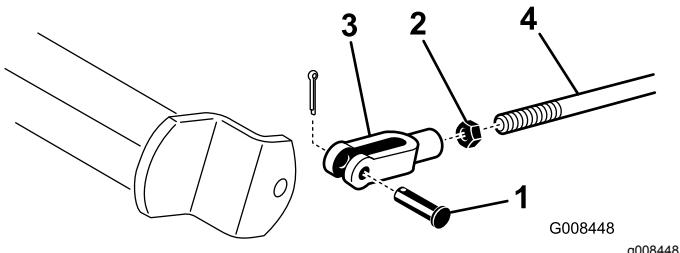

Figure 45
- A. Désaccouplez les tiges de frein en retirant la goupille fendue et l'axe de chape (Figure 45).
- B. Desserrez l'écrou de blocage et réglez la chape comme il convient (Figure 45).
C. Montez la chape sur l'arbre de frein (Figure 45).